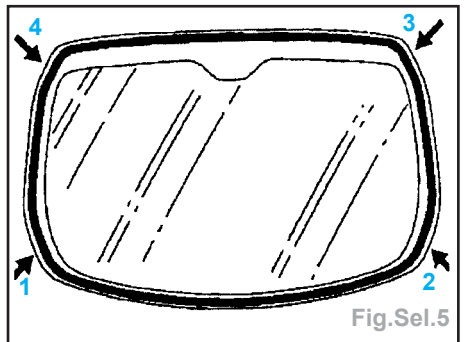

Fig.Sel.5
- Piquer le cordon de colle en (**1**) (Fig.Sel.5).
- Découper la lunette AR en partie inférieure (de **1** à **2**) (Fig.Sel.5)